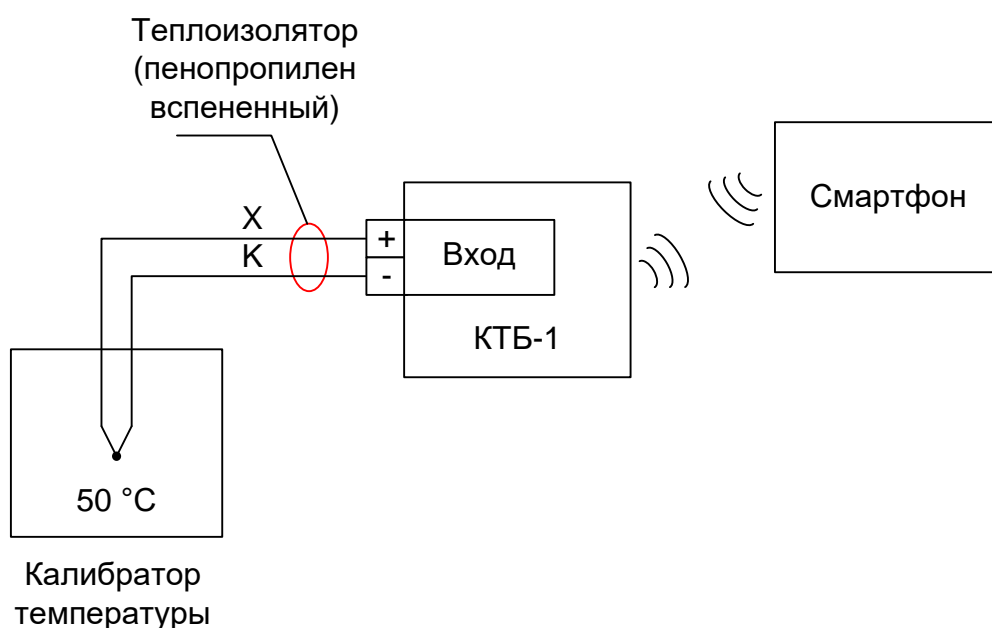
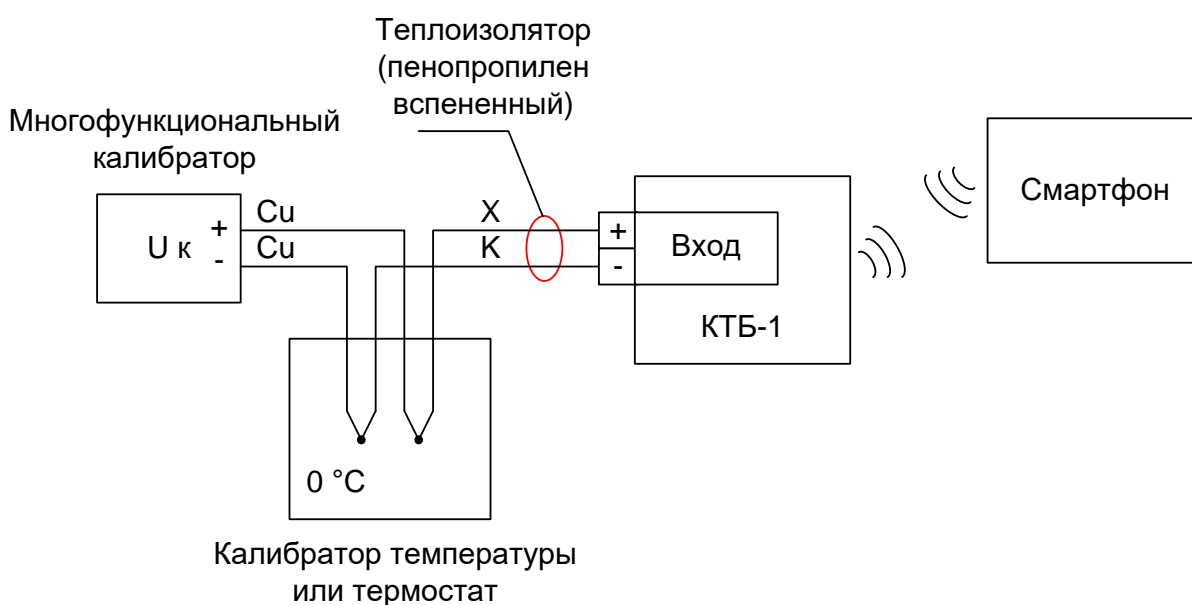

Рисунок 17 – Поверка КТБ-1 с использованием калибратора температуры
Рисунок 18 – Поверка КТБ-1 с использованием термостата и калибратора напряжений
Включение переключателя «Включить компенсацию температуры ХС» позволяет проводить проверку метрологических характеристик прибора при непосредственном подключении термопары и использовании калибратора температуры (рис. 17) или с использованием компенсационных проводов с рабочей НСХ ХК (L), термостата нулевого ($0\text{ }^{\circ}\text{C}$) и калибратора напряжения (рис. 18).